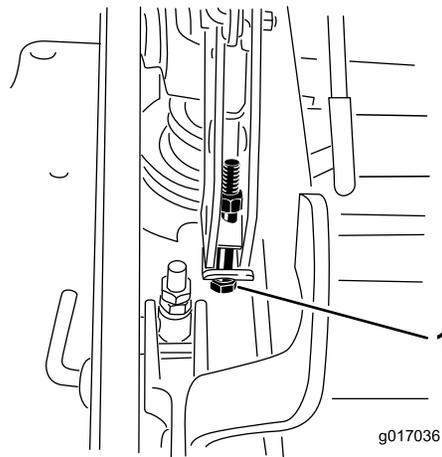

Figura 89
- Si la carcasa está demasiado baja, apriete el perno del ajuste de un solo punto girándolo en el sentido de las agujas del reloj. Si la carcasa está demasiado alta, afloje el perno del ajuste de un solo punto girándolo en el sentido contrario a las agujas del reloj (Figura 89).